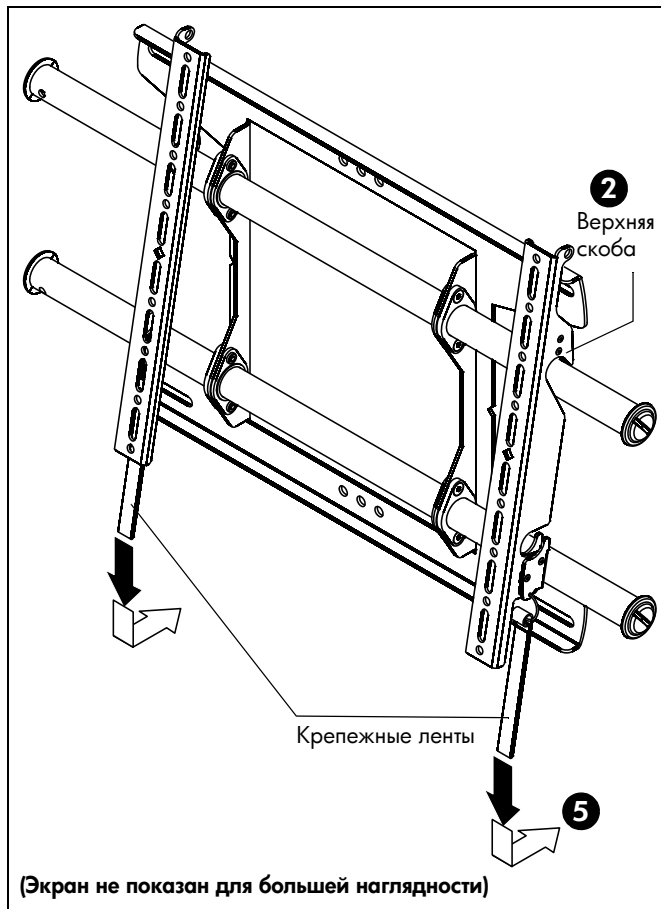

рис. 9
2. Повесьте верхние скобы соединительных кронштейнов на верхнюю рейку системы крепления. (См. рис. 9)
- Потяните крепежные ленты вниз и заверните их к стене – таким образом вы прикрепите соединительные кронштейны к нижней рейке и зафиксируете нижний край экрана в системе крепления. (См. рис. 9)